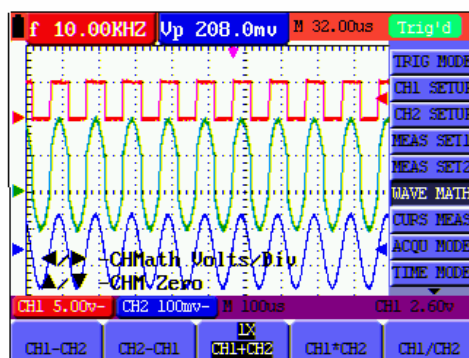

Рис. 19: Математическая обработка осциллограмм (коэфф. растяжки «x1»)
3. Нажмите **F3** для включения режима **Кан 1+ Кан 2** (сложение) (см. рис. 19). При этом результирующая осциллограмма **M** (зеленого цвета) – будет отображаться на дисплее. Нажмите **F3** повторно - для включения режима сложения.